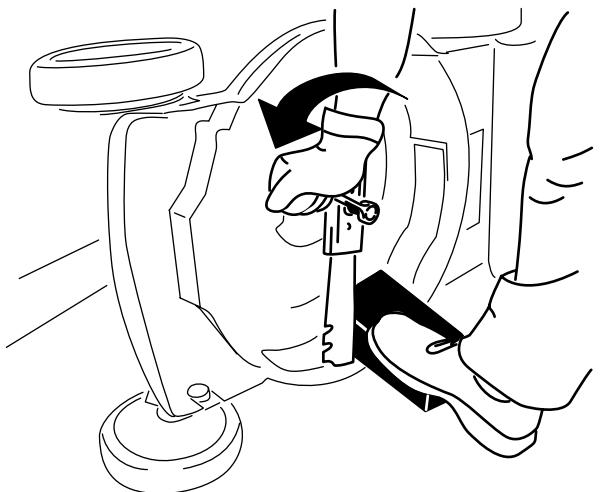

Figura 19
- Utilice un bloque de madera para inmovilizar la cuchilla (Figura 19).
4. Retire la cuchilla, conservando todos los herrajes de montaje (Figura 19).